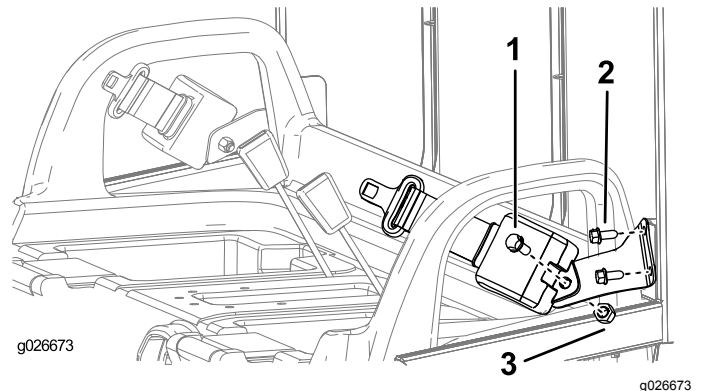

Figura 8
1. Monte un soporte de cinturón de seguridad en cada pestaña del ROPS con 2 pernos (3/8"), según se muestra en Figura 8.
3. Monte el extremo retraíble de cada conjunto de cinturón de seguridad en el soporte de anclaje correspondiente con un perno (7/16") y una tuerca (7/16"), tal y como se muestra en la Figura 8.